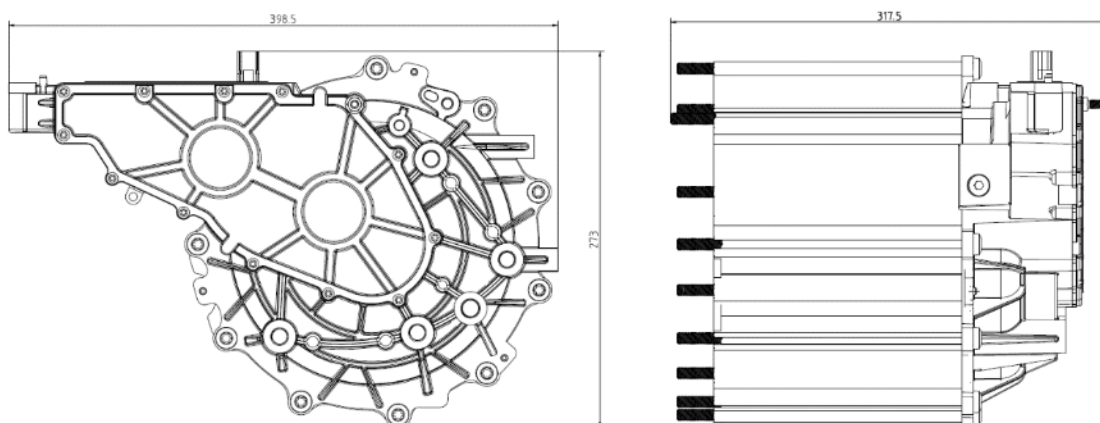

图 8
3. 驱动电机外观尺寸大小 $A \times B \times C = 398.5\text{mm} \times 317.5\text{mm} \times 273\text{mm}$ (见下图 8):